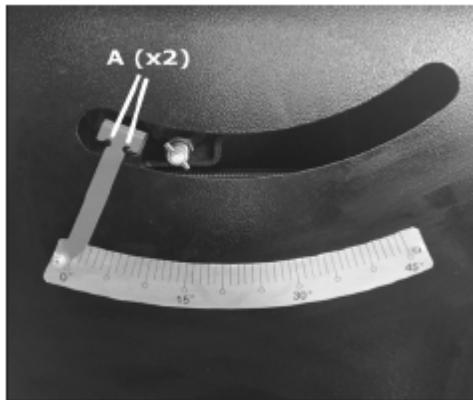

Рис. 25
3. Для регулировки стрелки ослабить винты с крестообразным шлицем (рис. 25, А), переставить стрелку и затянуть винты (для упрощения восприятия рисунка маховик снят, при выполнении регулировки снимать его не требуется).